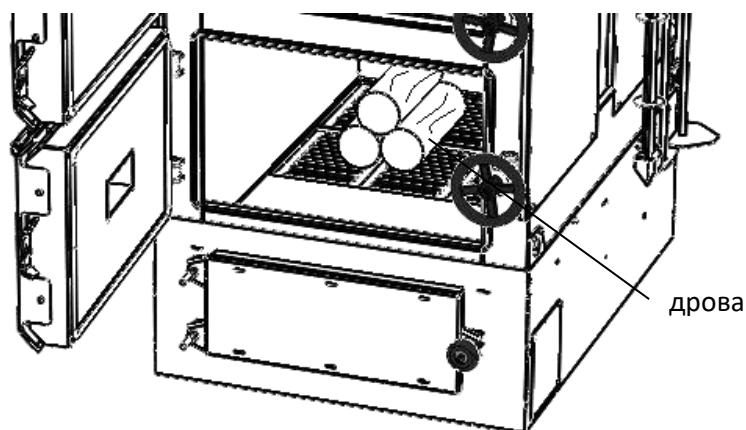

Рис. 17
Простая в эксплуатации панель управления котла SAF позволяет регулировать мощность вентилятора и включать/выключать автоподжиг см. (Рис. 17). При наличии автоподжига второй дисплей и выключатель на панели управления.
- 2.7.5** Вручную разжечь дрова/уголь (см. рис. 17) при отсутствии автоподжига.
Для контроля интенсивности горения в зависимости от выбранного топлива имеется регулятор вентилятора (см. рис. 17).